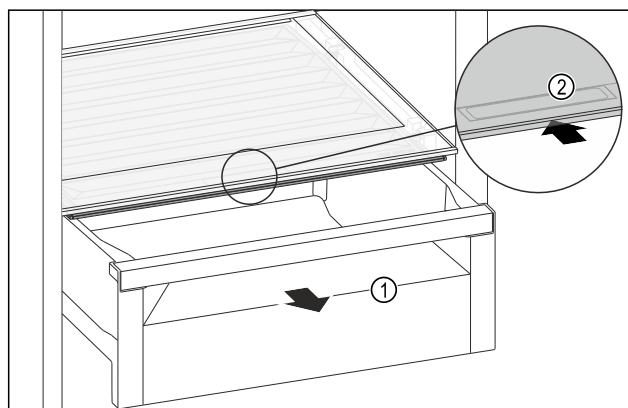

Fig. 207
- Zásuvku Fig. 207 (1) vytáhněte.
- Uchopte prohlubeň pro rukojeť Fig. 207 (2) na víku zásuvky a současně zasuňte víko zásuvky směrem dozadu.